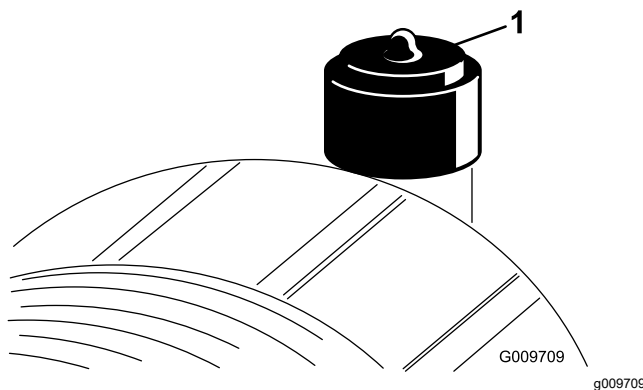

Figura 53
Revise el filtro del limpiador de aire únicamente cuando el indicador de mantenimiento (Figura 53) lo requiera. El cambiar el filtro antes de que sea necesario sólo aumenta la posibilidad de que entre suciedad en el motor al retirar el filtro.
2. Reinicie el indicador (Figura 53) si se ve rojo.